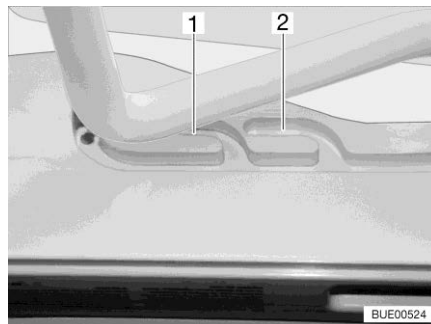
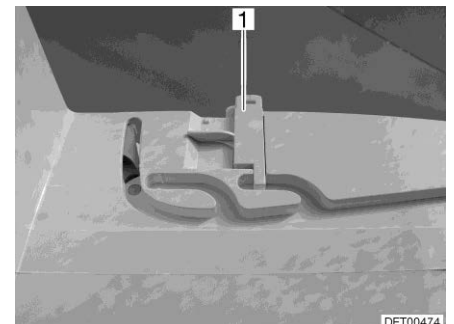

Bild 66 Führung (Lüftungsstellung)
Bild 67 Verriegelung (Lüftungsstellung)
Die Heki-Dachhaube kann in zwei Lüftungsstellungen gebracht werden: Schlechtwetterstellung (Bild 66,1) und Mittelstellung (Bild 66,2). Je nach Modell kann die Dachhaube in der Mittelstellung mit den beiden Riegeln (Bild 67,1) links und rechts am Rahmen der Dachhaube verriegelt werden.
- Den Bügel leicht nach oben drücken und in die gewählte Führung (Bild 66,1 oder 2) schieben und ggf. verriegeln.